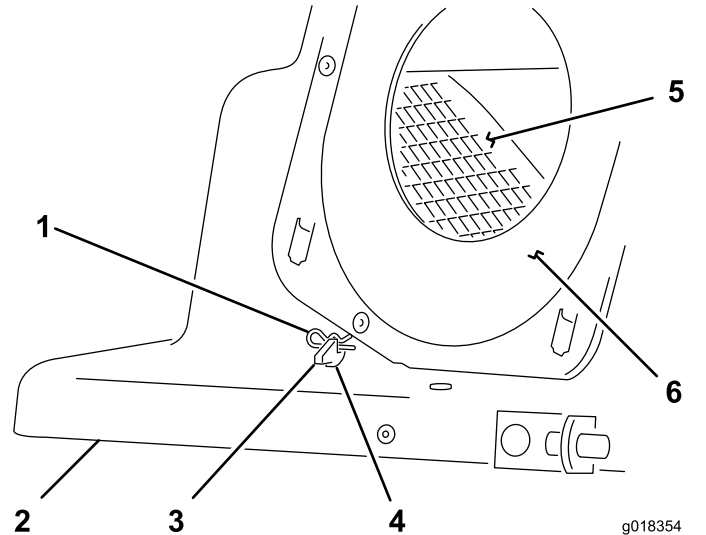

Figura 9
6. Sujete el deflector a la tapa, introduciendo las chavetas en los taladros de las pestañas de montaje del deflector, según se muestra en Figura 9.